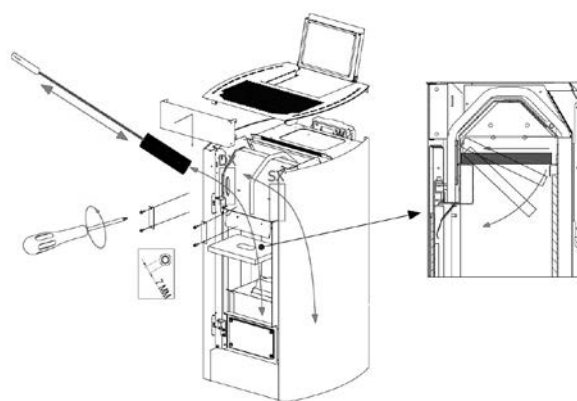

Fig. 87 - Pulizia
- Sfilare il deflettore superiore (vedi **Fig. 87**), aspirare eventuale cenere e pulire le pareti interne della camera di combustione.